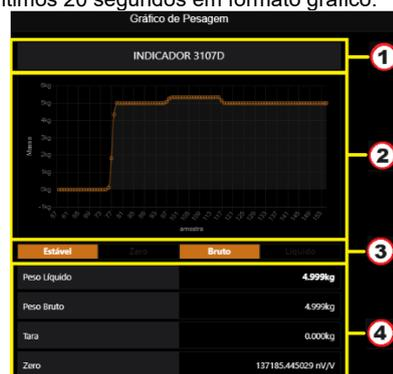

Figura 47 – Página Gráfico de Pesagem via Alfa Web Monitor
Para melhor visualização dos dados apresentados, o gráfico gerado na curva sinalizada pelo item 2 da Figura 47 possui eixo vertical adaptativo, permitindo a visualização tanto de grandes quanto de pequenas variações. O gráfico apresenta as últimas 100 amostras com uma aquisição de 5 amostras/segundo.